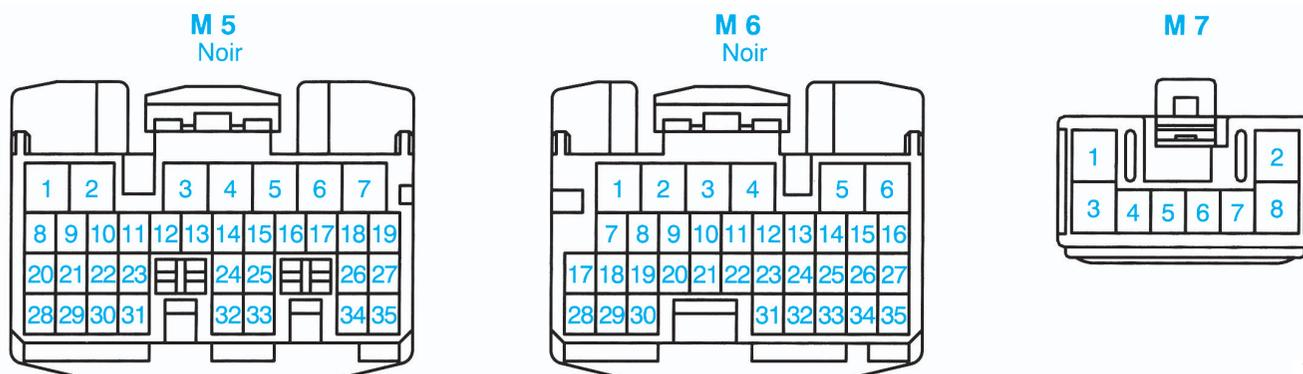

Fig.6
**Affectation des bornes du calculateur (Fig.6)**